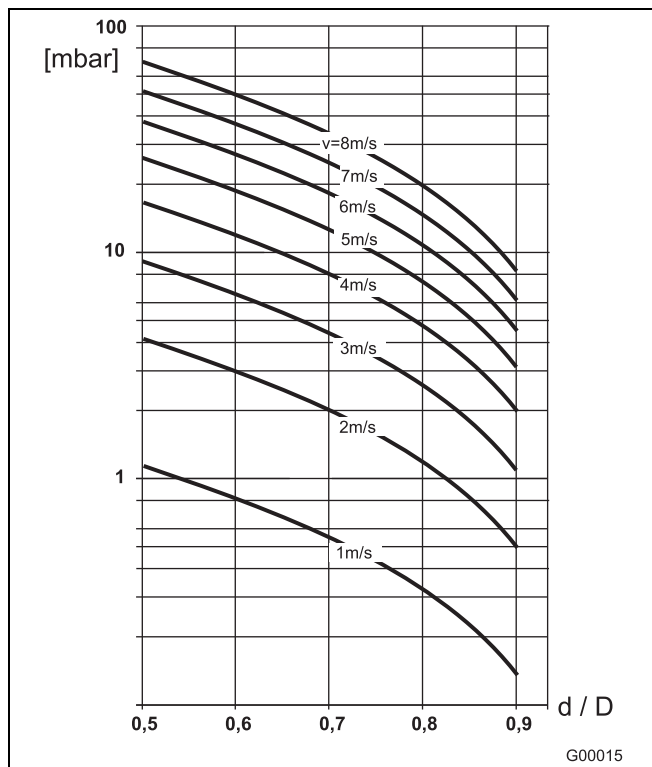

图 20
2. 根据流量范围诺模图确定流速 (图 20)。
3. 读取图 20 中的 Y 轴上的压降。